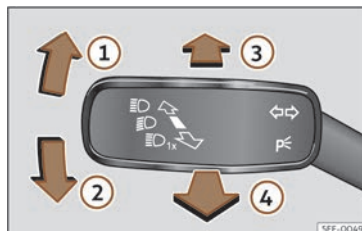

Abb. 108 Blinker- und Fernlichthebel (ausstattungsabhängig).
- Drücken Sie den Blinker- und Fernlichthebel aus der Ausgangsstellung nach vorne >>> (Abb. 108) ③.
- **ODER:** Ziehen Sie bei eingeschaltetem Fernlichtassistenten den Blinker- und Fernlichthebel nach hinten >>> (Abb. 108) ④.